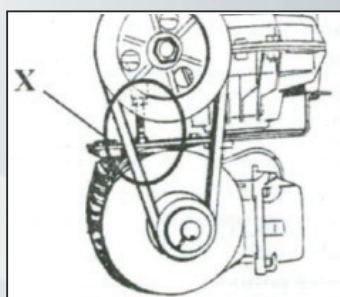

Рисунок 34
- С помощью специального регулировочного болта Х отрегулируйте натяжение приводного ремня (рисунок 34).